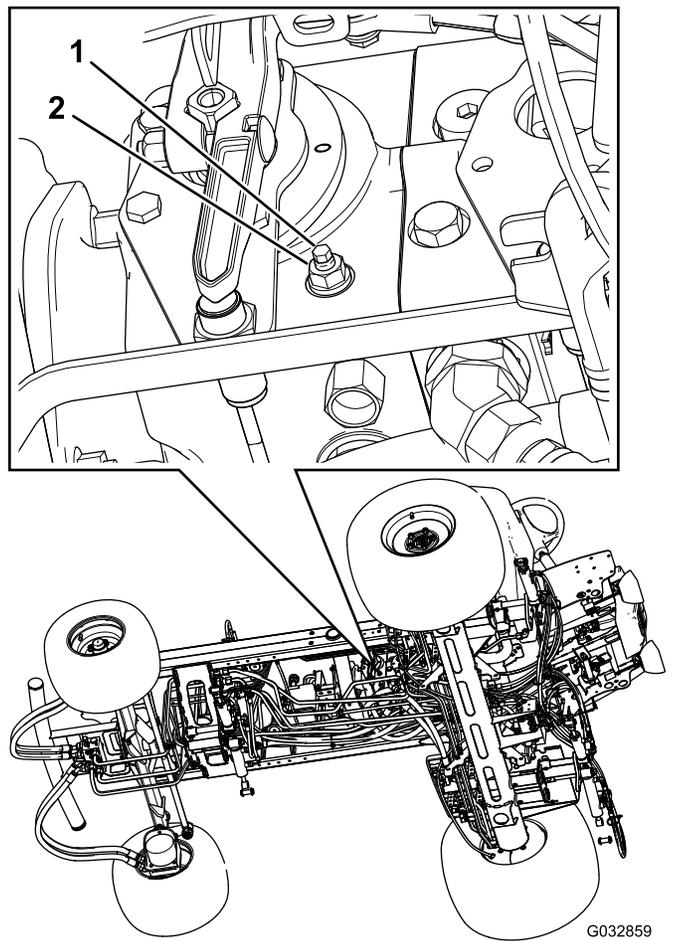

Рисунок 63
3. С правой стороны гидростата ослабьте контргайку кулачка регулировки тяги (Рисунок 63).